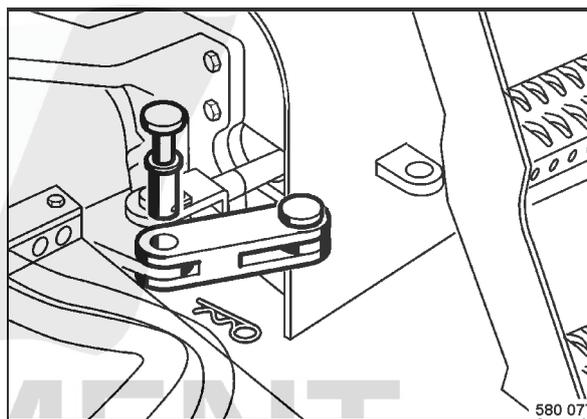

fig. 80
- Mettre le dispositif de blocage de l'articulation (fig. 80) en place.